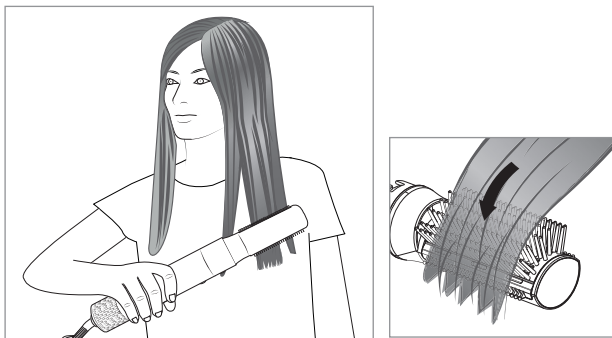

Abb. 8
- 1) Montieren Sie die Halbrundbürste ❷ am Gerät.
- 4) Setzen Sie die Halbrundbürste 12 am Ansatz an und ziehen sie herunter bis zu den Haarspitzen, wie bei einer herkömmlichen Bürste (siehe Abb. 8).